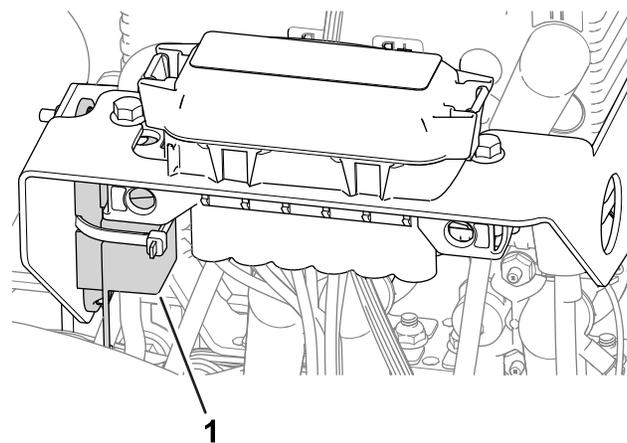

図 45
- 左ホイールモータのヒューズ60 Aは、マシン左側のカバーの下、リール駆動回路用ヒューズの近くにありますが 図 45。